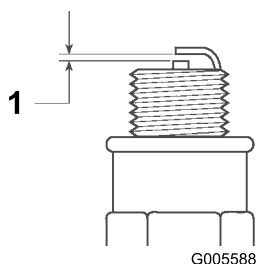

Figura 21
5. Fije el hueco entre los electrodos en 0,5 mm (0,020 pulg.) (Figura 21).